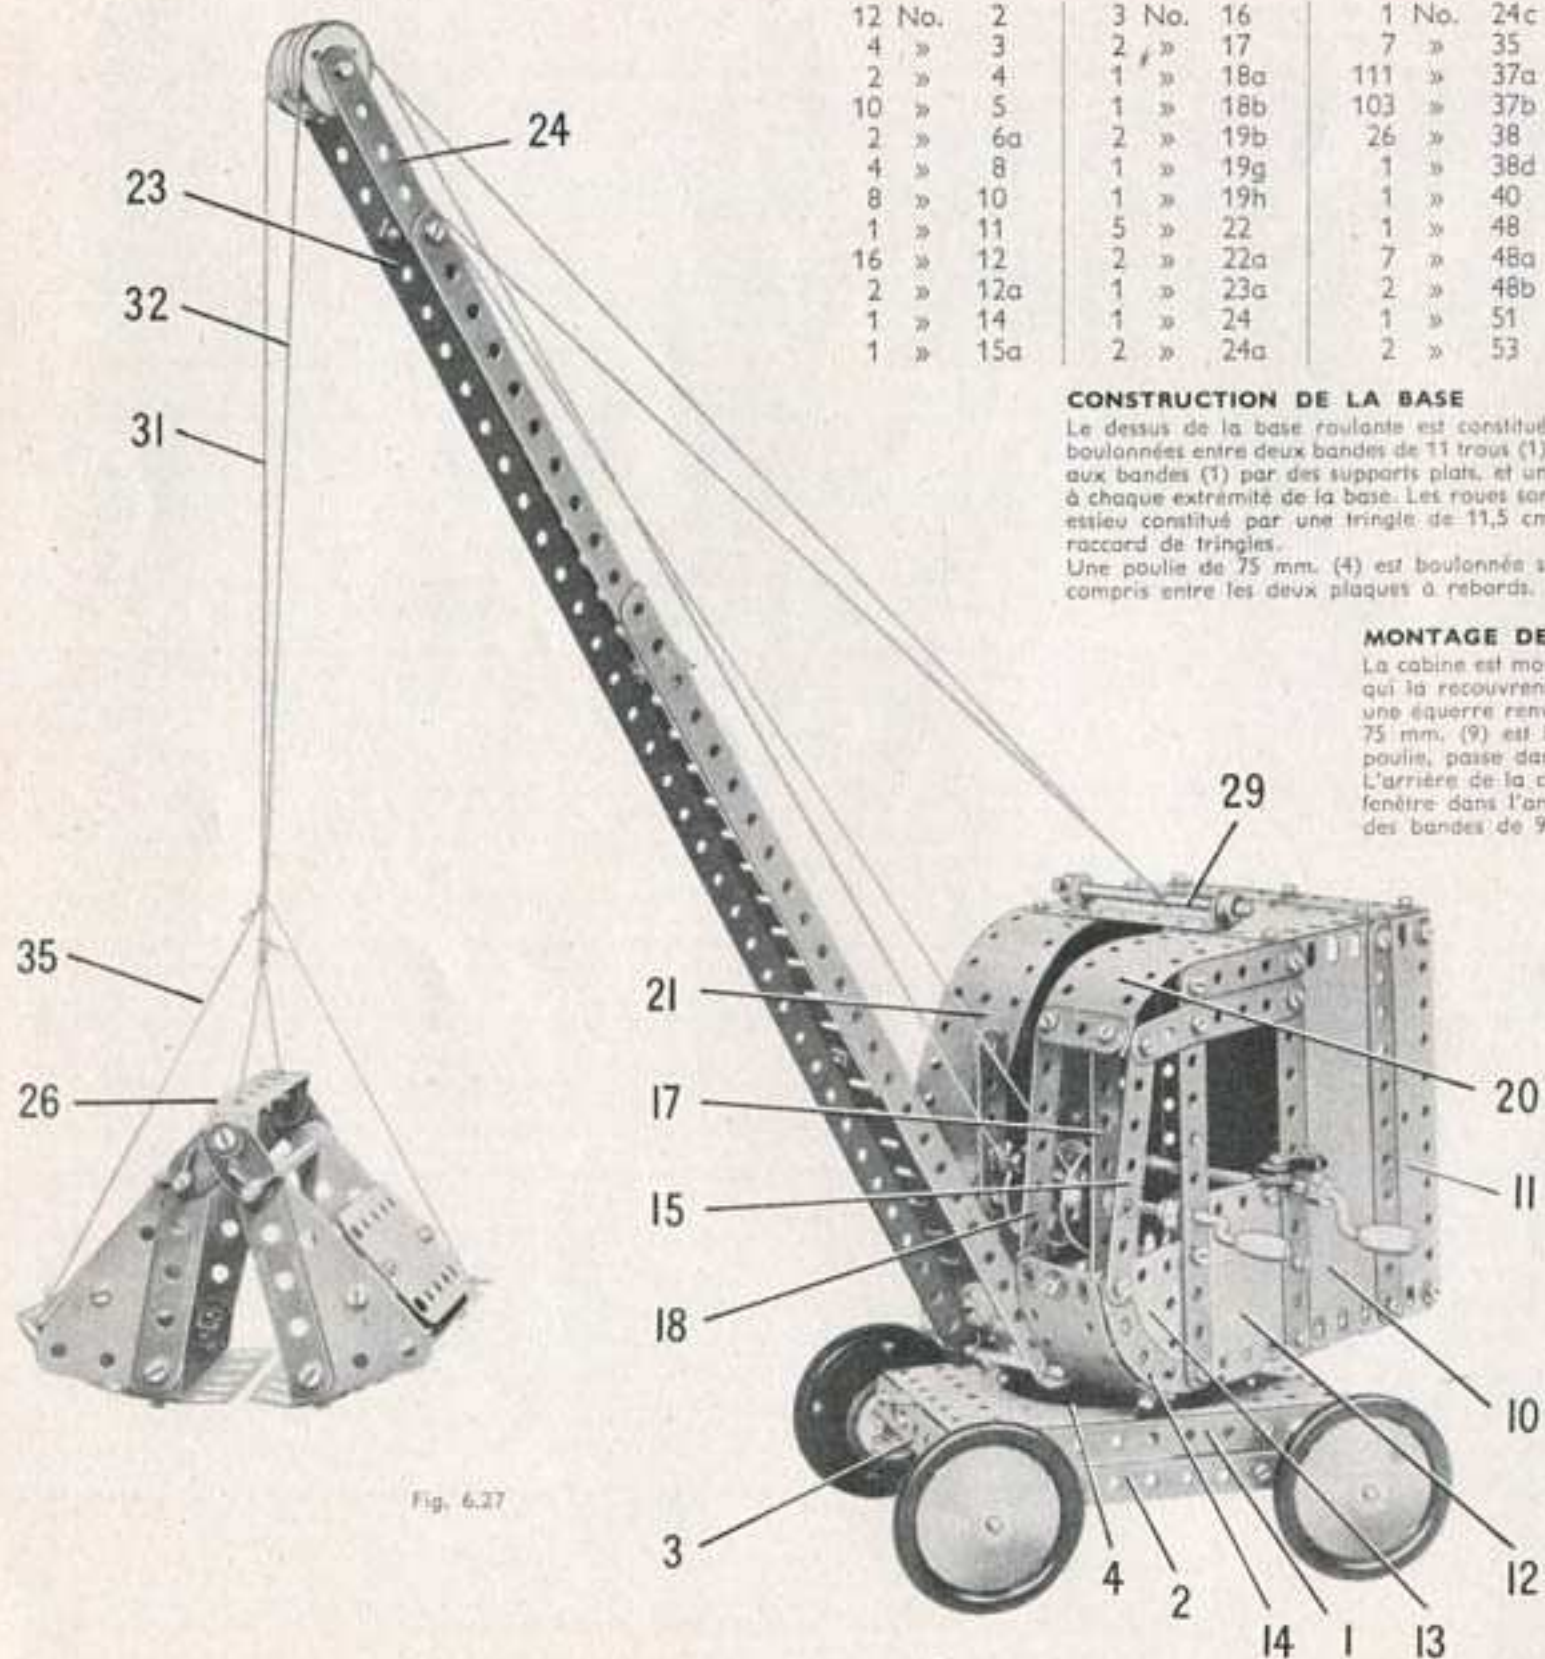

Fig. 6.27
Le côté qui apparaît sur la figure 6.27 est constitué par une plaque flexible de 14x6 cm. (10), une de 14x4 cm. (11) et une moitié de plaque à charnières (12). Les plaques sont renforcées par des bandes, et le côté est prolongé vers l'avant par une plaque semi-circulaire (13) boulonnée sur une bande incurvée épaulée (14). La bande incurvée est réunie au sommet du côté par une bande de 7 trous (15). Une bande coudée de 38x12 mm. (16) est boulonnée entre la bande incurvée (15) et une bande identique fixée sur la plaque-secteur à rebords (5). Une bande de 11 trous (17) est tenue sur la plaque-secteur par le boulon qui fixe la bande incurvée; une bande de 7 trous est boulonnée dans l'avant-dernier trou de la bande (17) qu'elle dépasse de deux trous à l'avant. L'extrémité avant de la bande de 7 trous est réunie par une bande de 7 trous (18) au rebord de la bande coudée (16). Une plaque flexible de 6x4 cm. incurvée est boulonnée sur la bande coudée (16). Le côté terminé est relié à l'arrière de la cabine par deux équerres.